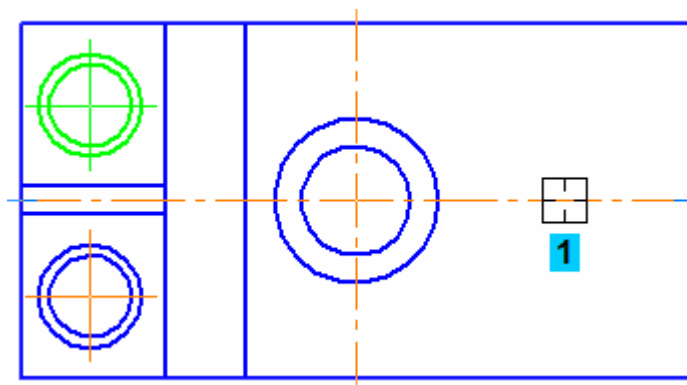

Рисунок 45.
- Укажите горизонтальную осевую линию — система построит симметричное отверстие (рис. 45).